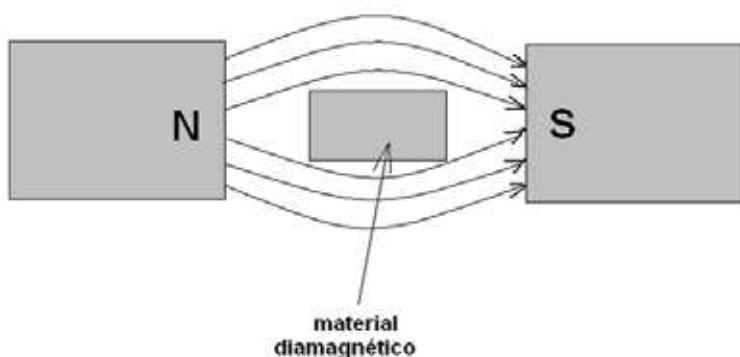

Figura 138 – Materiais diamagnéticos dispersam as linhas do campo
**Diamagnéticos** - são os materiais que têm uma susceptibilidade magnética negativa. Esses materiais não retém o campo magnético quando sujeitos à ação de um imã que depois é removido. O cobre, a prata e o ouro são exemplos de materiais diamagnéticos. Como eles dispersam as linhas de força de um campo magnético, enfraquecendo-o, eles são usados em blindagens magnéticas, conforme mostra a figura 138.